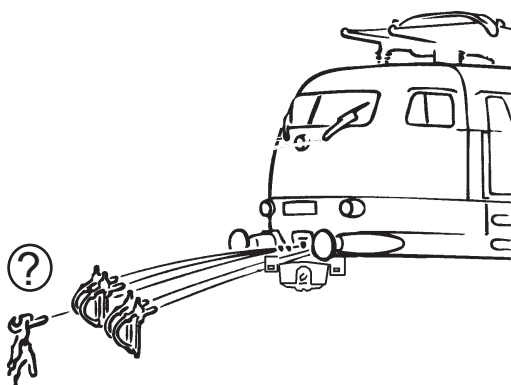

Fig. 3
**2. Schmierung:** Versehen Sie die im Schmierplan in Fig. 8 gekennzeichneten Stellen mit nur **kleinen Öltropfen**. Dazu zuerst das Lokgehäuse abnehmen (Fig. 3). Wir empfehlen den ROCO **Öler Art.-Nr. 10906**. Fürs Schmieren der Getriebeteile (Zahnräder, Schnecke) empfehlen wir das **ROCO-Spezialfett Art.-Nr. 10905**. Im Falle der Schmierung diese Teile **nicht ölen**.
**4. Kohlebürstenwechsel:** Lokgehäuse abnehmen (Fig. 3). Danach wird der Motor ausgebaut und die Kohlebürsten ausgewechselt (Fig. 10).
**2. Lubrication:** Apply **tiny oil drops** to spots marked in fig. 8. Prior to lubrication dismantle locomotive (fig. 3). We recommend using item no. **10906, ROCO oiler**. For lubrication the gearparts (e.g. cogwheels, worm) we would recommend our ROCO **special grease** (item no. **10905**).
**4. Carbon Brush Changing:** First remove loco body (fig. 3), and then the motor (fig. 10).
**2. Graissage:** N'appliquez **qu'une tout petite goutte** aux endroits indiqués par le plan de graissage (fig. 8) après avoir démonté la caisse de la locomotive (fig. 3). Nous vous recommandons **le graisseur à huile ROCO réf. 10906**. Pour graisser les engrenages (roues dentées, vis sans fin) nous vous conseillons la **graisse spéciale ROCO réf. 10905** pour engrenages en matières synthétiques. Lorsque vous utilisez cette graisse il faut éviter d'huiler ces composants.
**4. Remplacement des balais du moteur:** Démontez la caisse (voir fig. 3). Démontez ensuite le moteur et échangez le balais (fig. 10).
1. siehe } Fig.3
voir } Fig.3